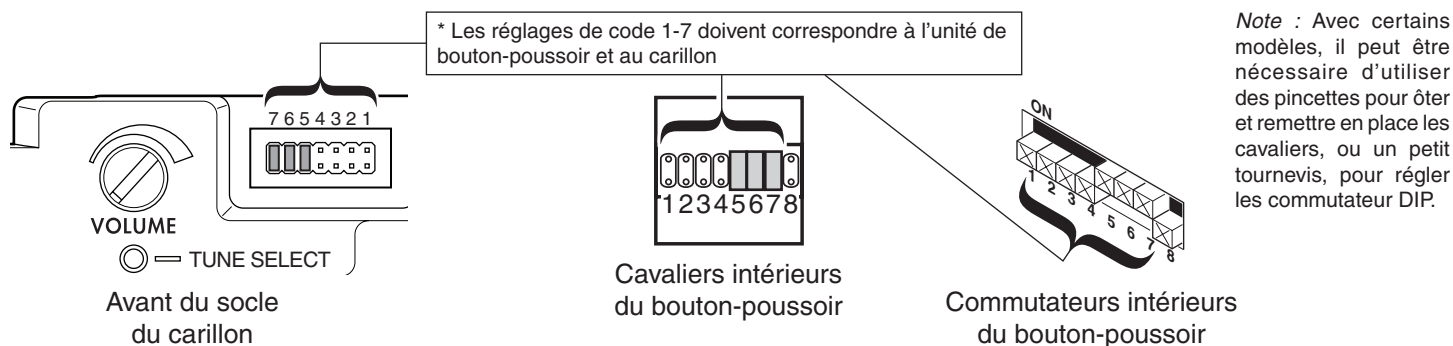

Figure 12
- Assurez-vous que les codes de l'unité de bouton-poussoir et du carillon sont identiques (voir la Figure 12).
1. Ouvrez les boîtiers, et repérez les cavaliers de l'unité du bouton-poussoir et du carillon (voir la Figure 12).
Note : En usine, des cavaliers sont installés aux positions 5, 6 et 7 dans le bouton-poussoir et le carillon ou les commutateurs 5, 6 et 7 du bouton-poussoir sont en position ON (voir la Figure 12).